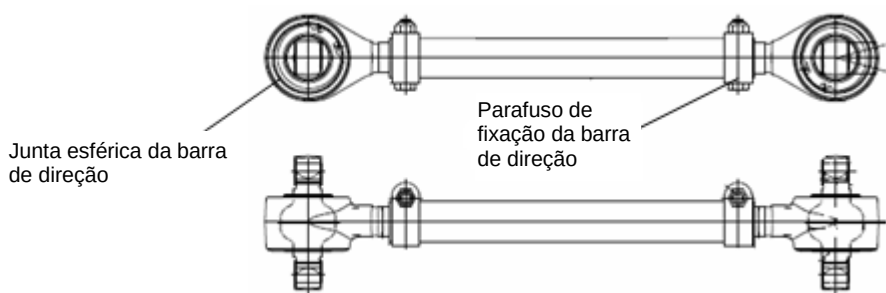

Figura 05 – 35
- c) Verifique a junta esférica da barra de direção. Consulte a Figura 05 – 36.